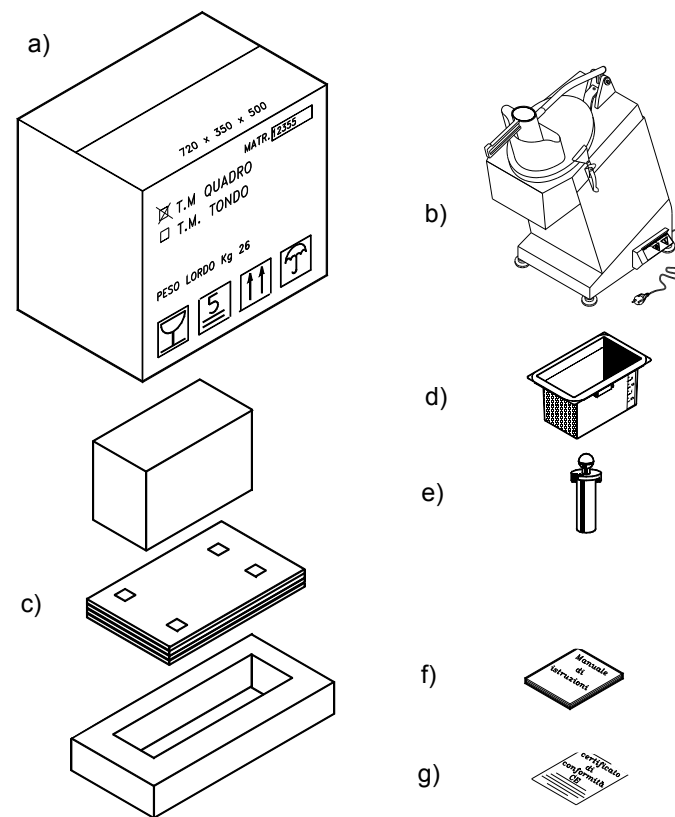

Рис. 16 - Описание комплекта поставки
3.1 – ОТПРАВКА ОБОРУДОВАНИЯ (см. рис. 16)